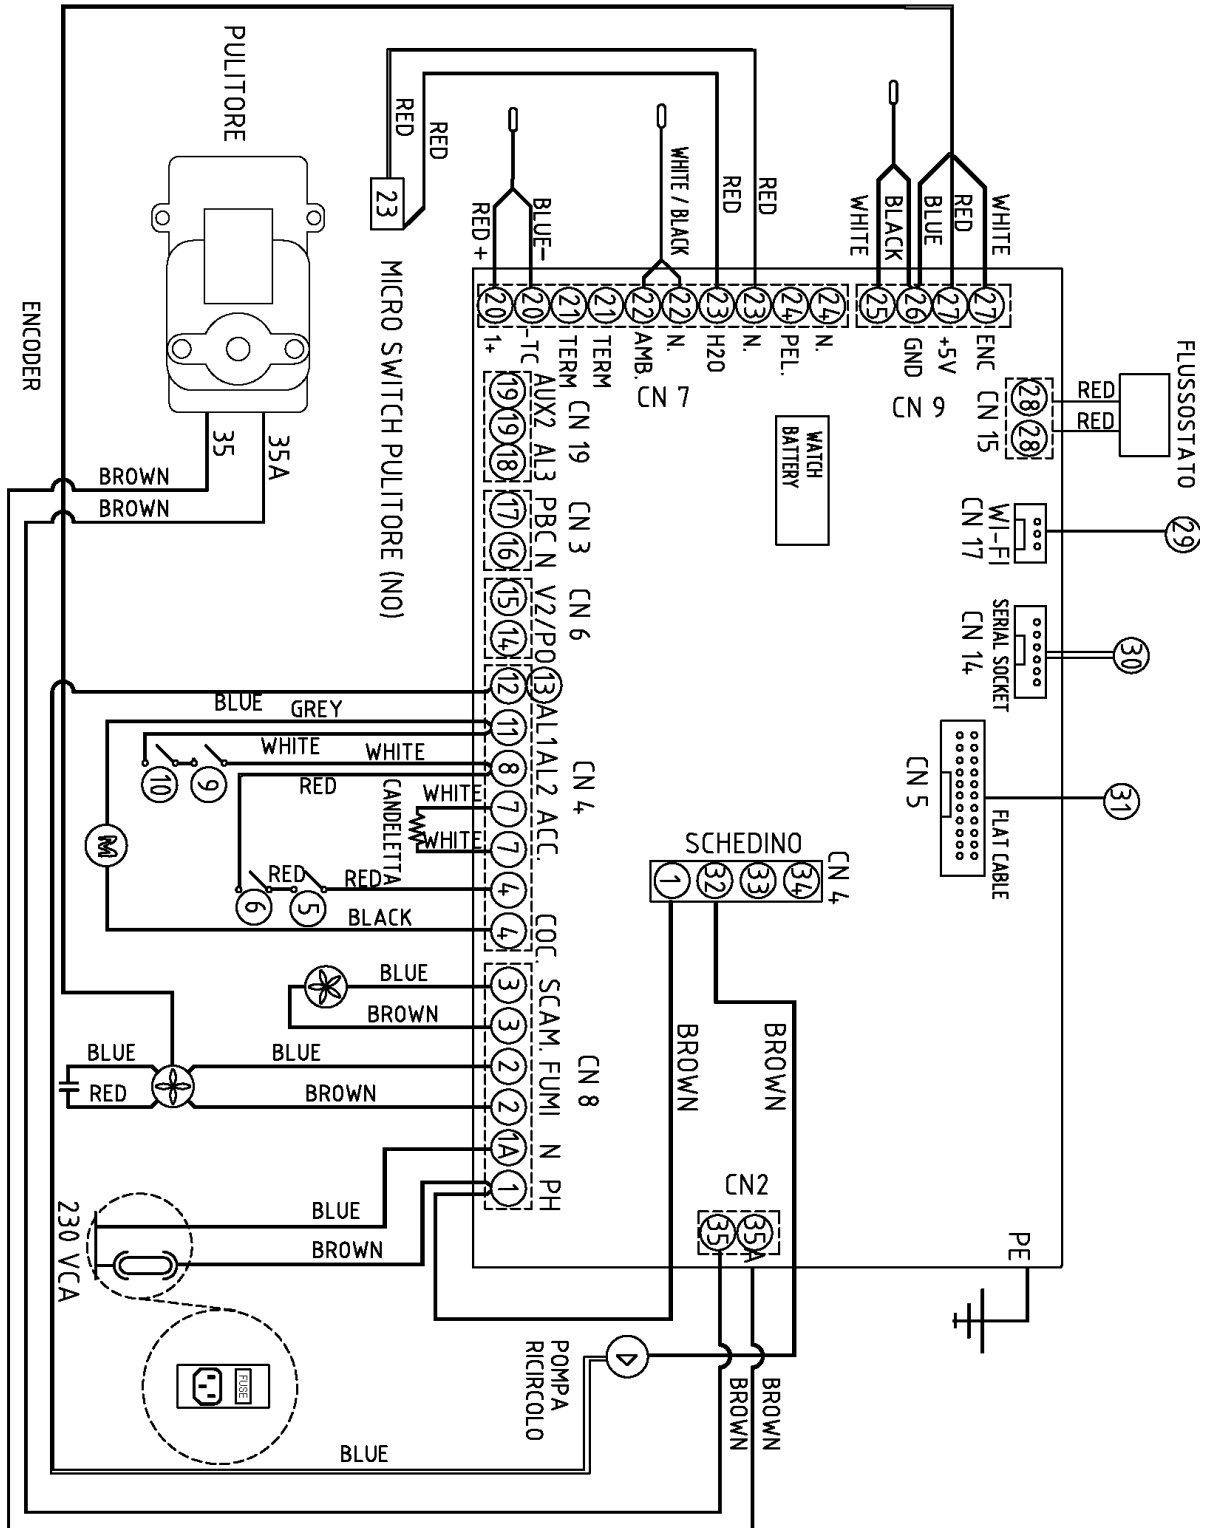
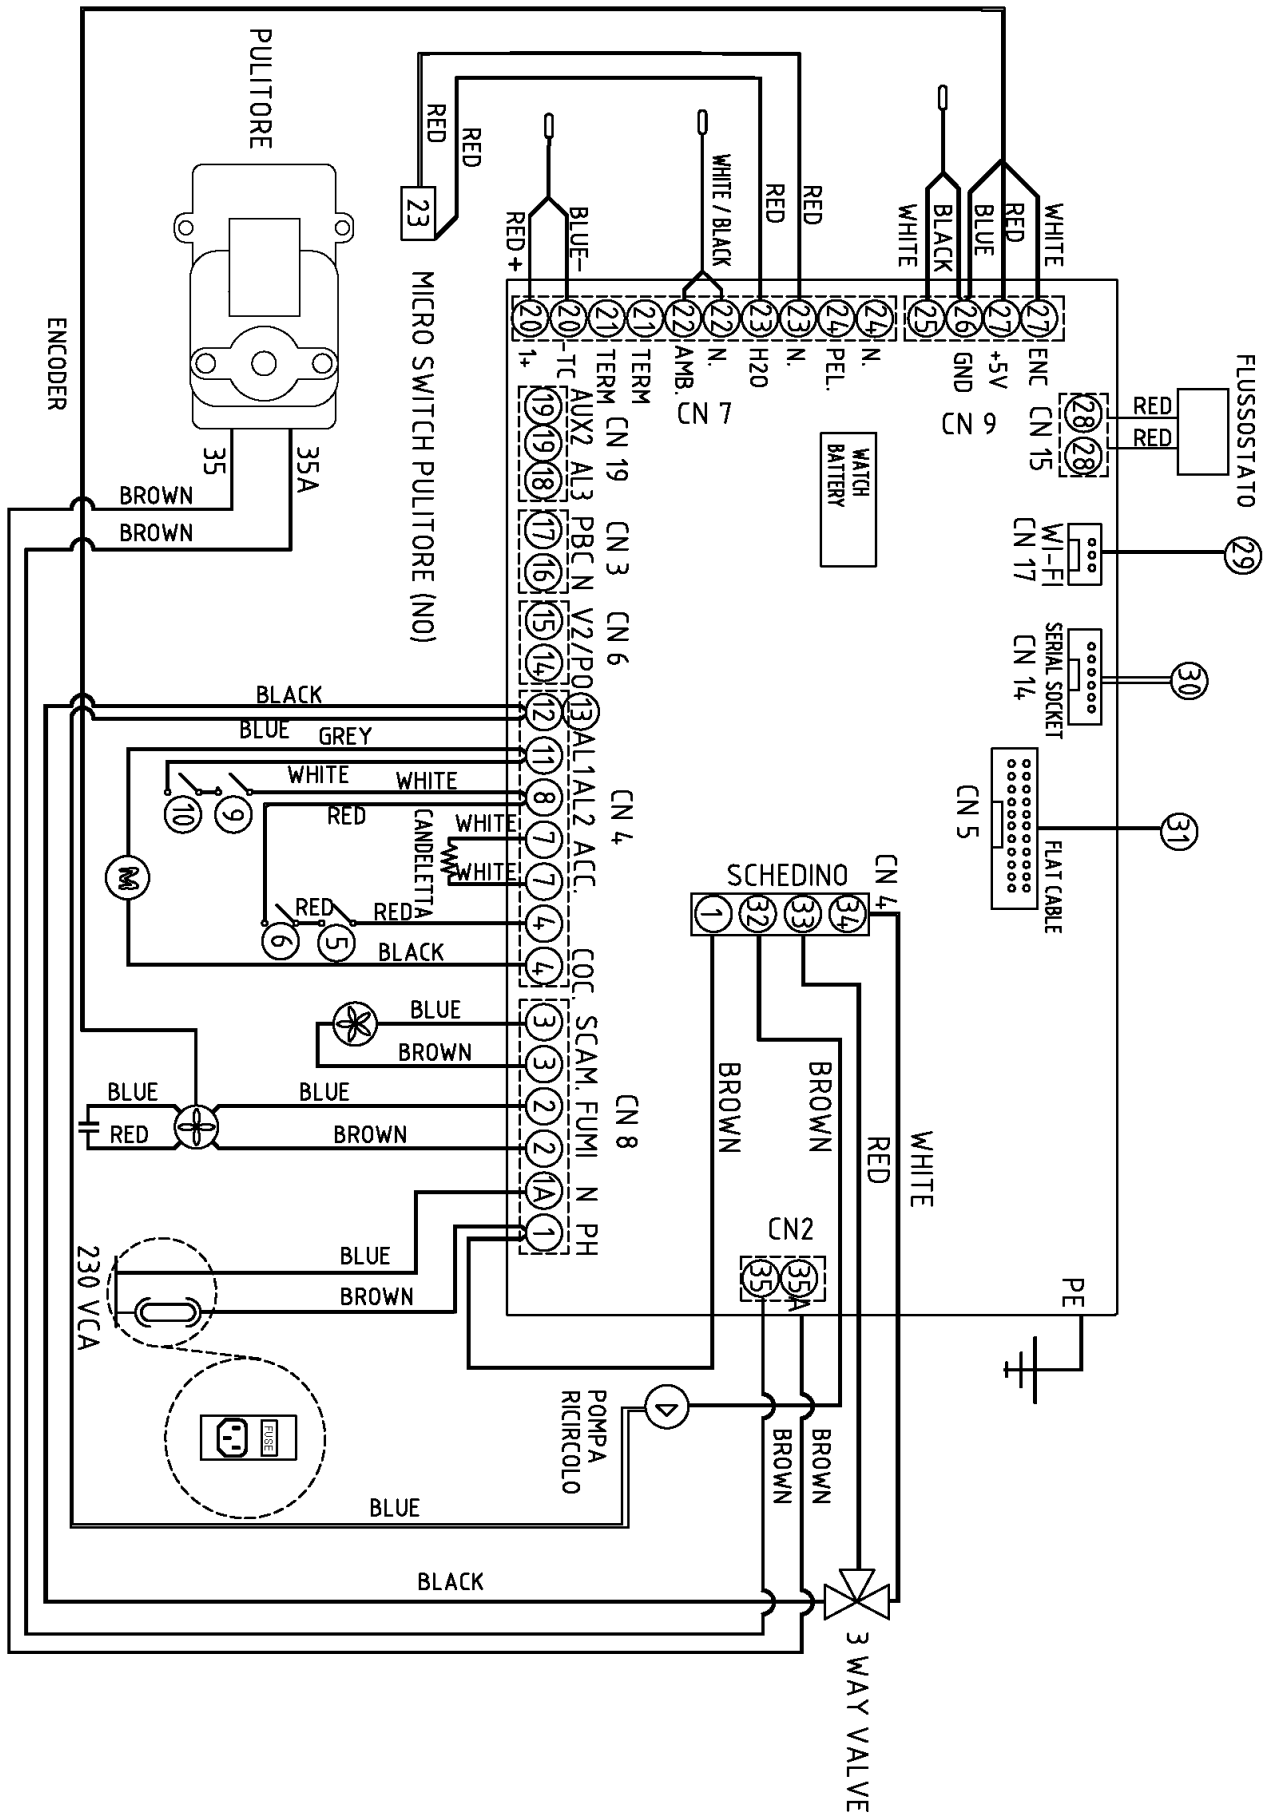

Fig. 70 - Scheda elettronica senza kit sanitario
Fig. 71 - Scheda elettronica con kit sanitario
- Per la sostituzione e/o pulizia della coclea di carico, è necessario staccare il motoriduttore dall'albero della coclea: svitare le due viti poste sotto il motoriduttore (vedi **Fig. 70**), togliere la protezione mani all'interno del serbatoio (se presente) per poter poi svitare la vite interna al serbatoio che blocca la coclea (vedi **Fig. 71**).